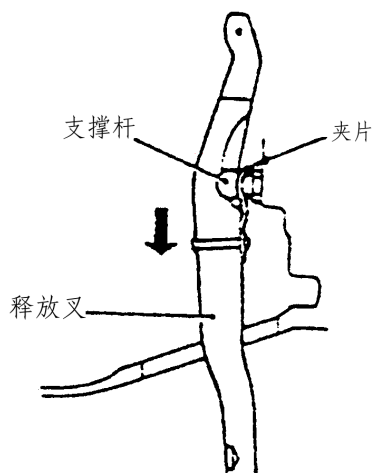

图 3-13 拆卸分离叉
(2) 拆卸分离叉时，按图 3-13 所示箭头方向滑动分离叉，使之从夹片中脱离支撑杆以拆除分离叉，注意拆卸时不要损坏夹片。